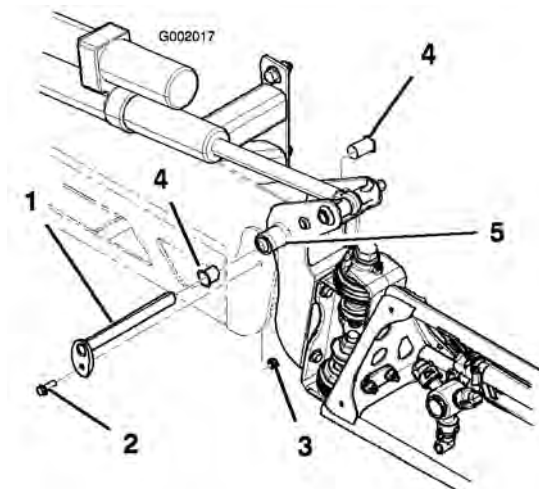

Figura 61
3. Com o peso da rampa suportado, retire o parafuso e a porca que seguram o pino de articulação à rampa (Figura 61). Retire o pino de articulação.
5. Retire e inspecione as buchas de nylon dos lados dianteiro e traseiro do suporte de articulação (Figura 61). Substitua todas as buchas danificadas.
7. Monte a rampa e o apoio da articulação no chassis alinhando as aberturas (Figura 61).